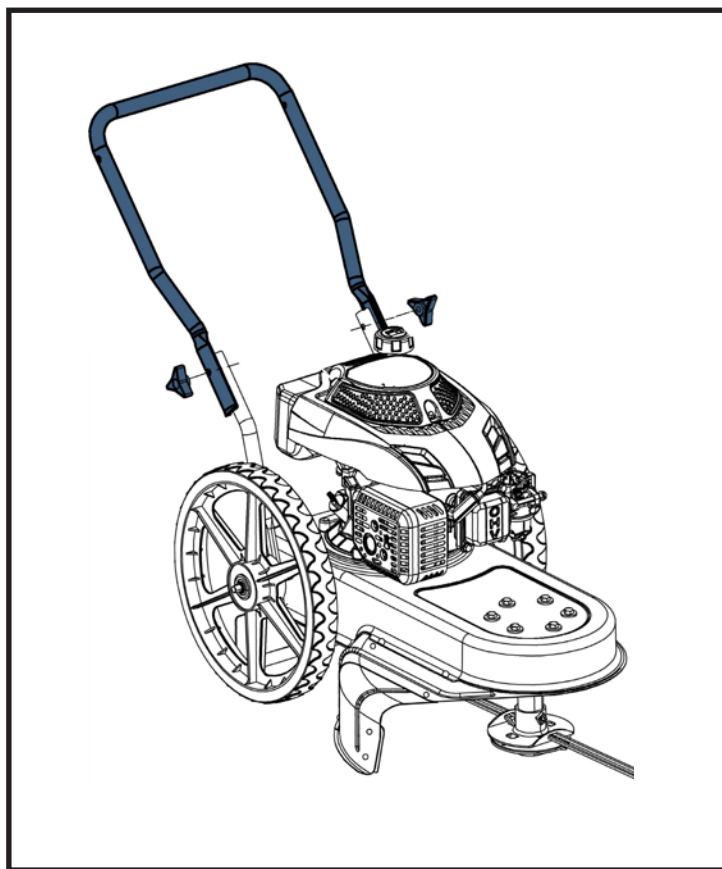

Figure 3-1
2. Faites pivoter la poignée centrale en position de fonctionnement et fixez la poignée centrale. Voir Figure 3-1.